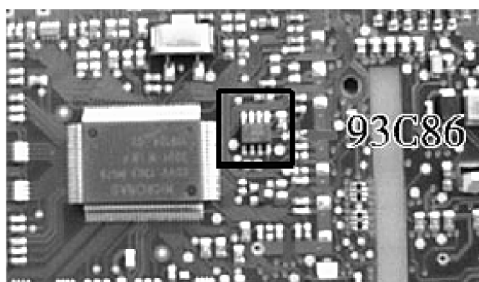

图 10-36 音响密码集成电路
3) 仔细检查主电路板, 必要时打开机身下盖, 寻找如下几种型号的集成电路: 93C86、93C46、85C82、24C81A、4558 等, 如图 10-36 所示。然后通过逻辑分析仪获取密码。